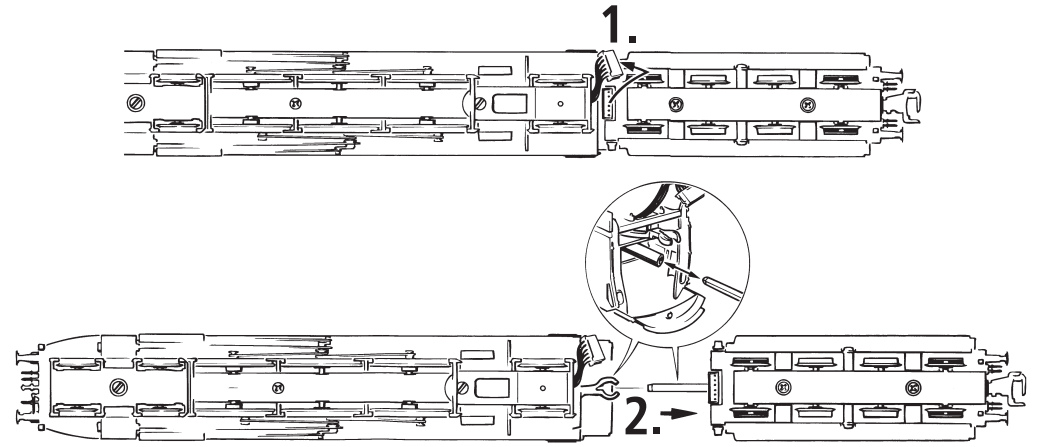

Fig. 5
**2. Schmierung:** Versehen Sie die im Schmierplan in Fig. 13 gekennzeichneten Stellen mit nur **kleinen Öltropfen**. Dazu zuerst das Lok- bzw Tendergehäuse abnehmen (Fig. 5, Fig. 7). Wir empfehlen den ROCO **Öler Art.-Nr. 10906**. Fürs Schmieren der Getriebeteile (Zahnräder, Schnecke) empfehlen wir das **ROCO-Spezialfett Art.-Nr. 10905**. Im Falle der Schmierung diese Teile **nicht ölen**.
**3. Lämpchenwechsel:** Bitte nehmen Sie zuerst das Lokgehäuse bzw. das Tendergehäuse ab (Fig. 5, Fig. 7). Danach können Sie die **Lämpchen** wechseln (Fig. 9).
**2. Lubrication:** Apply **tiny oil drops** to spots marked in fig. 13. Prior to lubrication dismantle the loco body or the tender body (fig. 5, fig. 7). We recommend using item no. **10906, Roco oiler**. For lubrication the gearparts (e.g. cogwheels, worm) we would recommend our Roco **special grease** (item no. **10905**).
**3. Change of lights:** First remove loco body and the tender body (fig. 5, fig. 7) and then change lights (fig. 9).
**4. Steam generator application (fig. 6):** First remove the loco body (fig. 5) and then push in the Seuthe steam generator no. 10 (running in digital mode: use no.11).
**2. Graissage:** N'appliquez **qu'une toute petite goutte** aux endroits indiqués par le plan de graissage (fig. 13) après avoir démonté la caisse du locomotive/tender (fig. 5, fig. 7). Nous vous recommandons **le graisseur à huile Roco réf. 10906**. Pour graisser les engrenages (roues dentées, vis sans fin) nous vous conseillons la **graisse spéciale Roco réf. 10905** pour engrenages en matières synthétiques. Lorsque vous utilisez cette graisse il faut éviter d'huiler ces composants.
**3. Remplacement des ampoules:** Veuillez démonter d'abord la caisse de votre locomotive et la caisse du tender (fig. 5, fig. 7) puis vous pouvez **échanger les ampoules** (voir fig. 9).
**4. Emploi d'appareil fumigène:** Veuillez démonter d'abord la caisse de votre locomotive (fig. 5) et introduisez ensuite le fumigène au chassis (fig. 6) **Attention:** Le fumigène Seuthe n° 10 n'est à utiliser qu'en exploitation classique >>analogue<<. Pour une locomotive munie d'un décodeur de commande numérique faites appel au fumigène Seuthe n° 11!